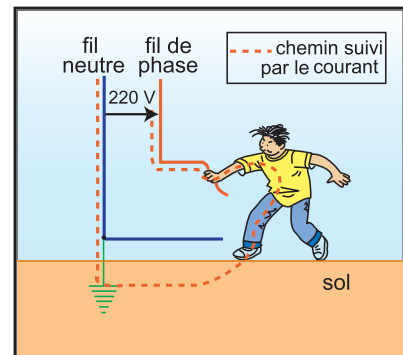

Fig 31
- quand on touche le fil de phase seulement : le courant traverse le corps entre la main et les pieds et le circuit se ferme par le sol. (Fig. 31).